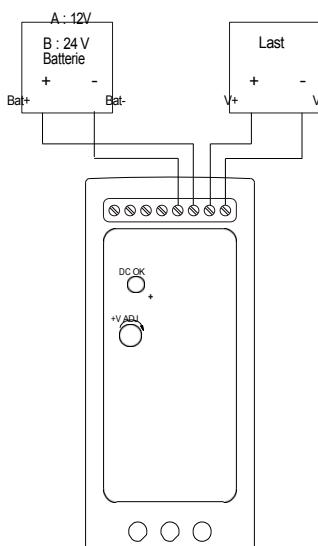

Abb. 1.1 Vorgeschlagener Systemanschluss
(1) Siehe Abb. 1.1 für den empfohlenen Anschluss.